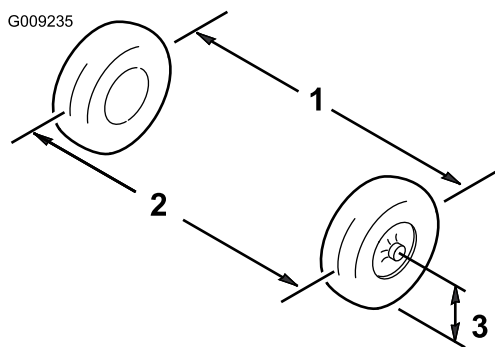

Figura 101
5. Misurate la distanza tra i pneumatici anteriori all'altezza dell'assale, davanti e dietro le ruote (Figura 101).